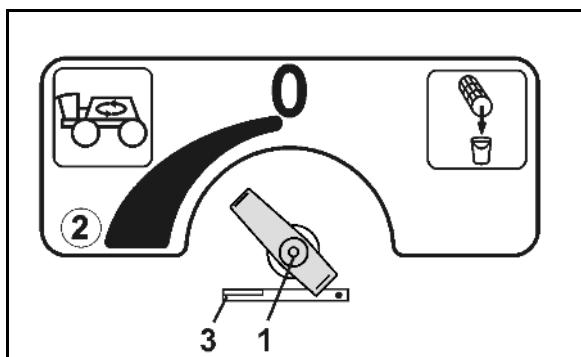

Рис. 74
- Дополнительная мешалка настраивается посредством позиционного крана (Рис. 74/1).
Дополнительная мешалка выключена, если позиционный кран находится в положении "0". Положение (Рис. 74/2) соответствует максимальной производительности мешалки.
Обеспечение функции слива напорного фильтра (Рис. 74/3).